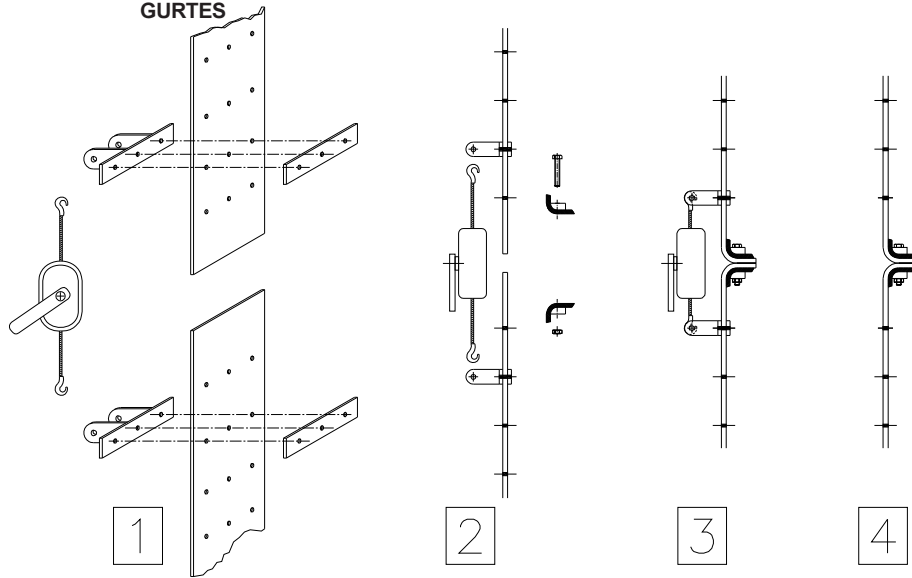

Fig. 7g
- Complete the insertion of the belt, bring its two extremities together, using appropriate devices if required (see Fig.7g).
- Die Einführung des Bechergurtes zum Abschluss bringen, die beiden Enden desselben aneinander annähern, ggf. unter Verwendung passender Vorrichtungen (siehe Abb. 7g).
- Compléter l'introduction du tapis, approcher ses extrémités éventuellement en utilisant des dispositifs appropriés (voir Fig. 7g).
- Completare l'introduzione del tappeto, avvicinare fra loro le sue estremità, eventualmente utilizzando appropriati dispositivi (vedi Fig.7g).